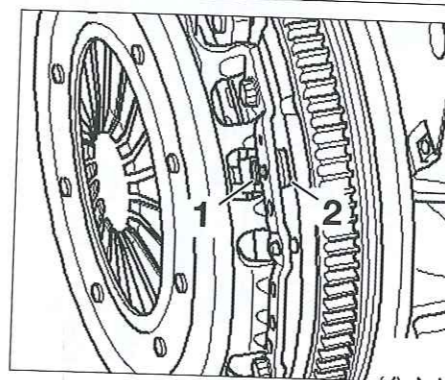

Fig. 2
Con el montaje SACHS, durante el desatornillado, el tope (2) debe aflojarse con el espárrago (1), en el caso contrario empujar el espárrago hacia el volante motor (Fig.2).